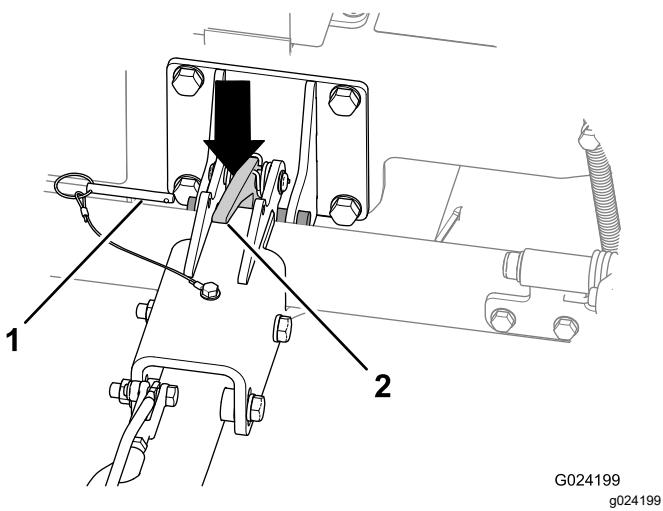

Figura 22
- Retire o pino de bloqueio (Figura 22).
4. Empurre o trinco do engate para desengatar o engate (Figura 22).